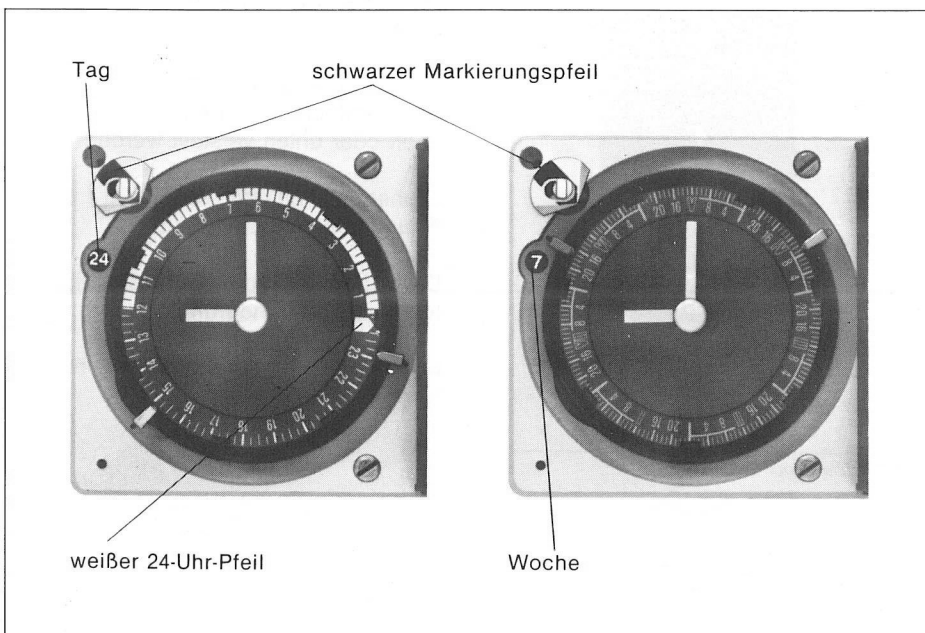

Bild 20 Zifferblatt mit Tages- bzw. Wochenmarkierung
e) Zeitring dem Wochentag entsprechend so aufsetzen (Montag I, Dienstag II usw.), daß der schwarze Markierungspfeil auf den gewünschten Wochentag zeigt. Der schwarze Pfeil dient gleichzeitig der Uhrzeit-Anzeige (Bild 20).